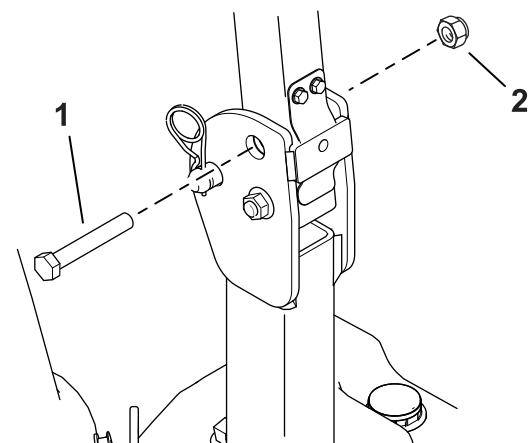

Рисунок 3
5. Вставьте болт (¾ x 4 дюйма) в верхнее отверстие защитной дуги и закрепите его гайкой (¾ дюйма), затянув ее от руки. См. раздел (Рисунок 3).